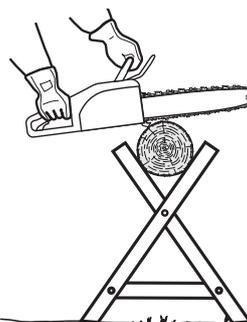

Fig. 43
- > Posez les petits rondins sur un tréteau ou sur un autre rondin pour les couper (Fig. 43).